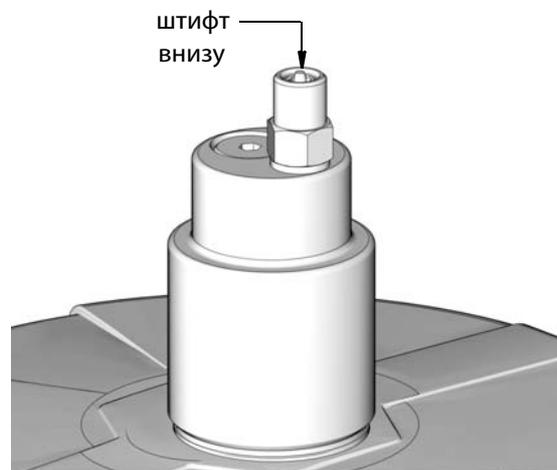

Рис. 21
1. Вытяните черную ручку сброса давления (Т) и держите в этом положении, пока не сбросится давление на линии между впускным коллектором (N) и клапаном автоматического запорного устройства для заполнения (В).
2. Убедитесь, что штифт автоматического запорного устройства для заполнения (В) опустился в исходное положение (Рис. 21).